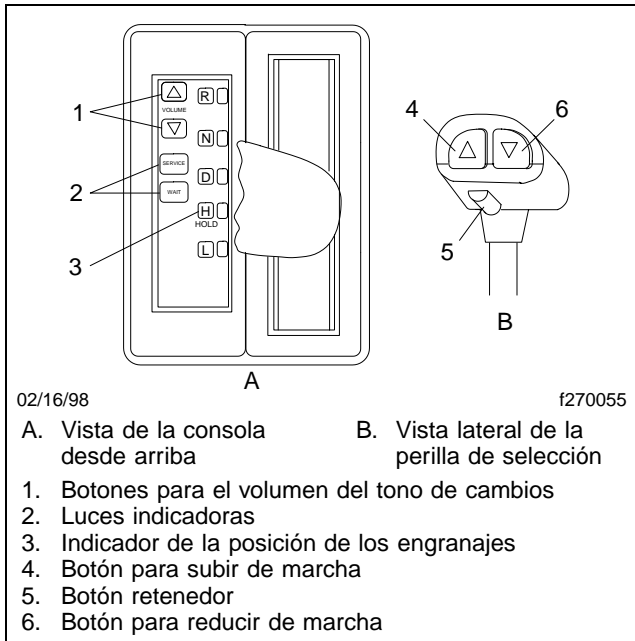

Figura 5.13, Consola de mando del conductor
Cuando las condiciones son apropiadas para un cambio, la ECU (unidad de control electrónico) avisa al conductor mediante un tono de la DCC (consola de mando del conductor). Vea la **Figura 5.13**. Cuando está listo para cambiar, el conductor interrumpe la torsión y la transmisión pasa a neutro. El conductor, entonces, incrementa o disminuye la velocidad del motor para sincronizar el cambio. Cuando la velocidad del motor es la correcta, la transmisión cambia automáticamente.
- Consola de mando del conductor o DCC (**Figura 5.13**), reemplaza la palanca de cambios y controla los patrones de cambios de la transmisión. Hay indicadores para las tres posiciones
2. Seleccione la marcha atrás "LO" o "HI" (baja o alta) accionando el botón para reducir de marcha o el botón para subir de marcha (**Figura 5.13**) en la perilla del selector de marchas.